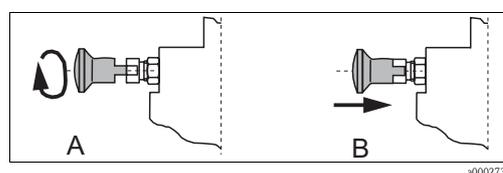

Fig. 21: Bullone di arresto meccanico di sicurezza
4. Girare il bullone di arresto di 90° in modo che la ghiera di plastica si trovi sopra i fori (Fig. 21, A).
5. Girare il tubo retrattile **in senso orario** fino quando il bullone di arresto non sarà innestato (B).